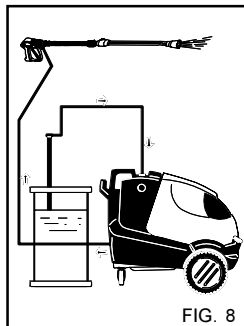

FIG. 8
- 3) Depois de usar o detergente, enxágue o circuito de sucção; enfie o tubo de sucção (fig. 8) de detergente num tanque contendo água limpa e faça com que a bomba funcione por um minuto com a torneira de dosagem completamente aberta e com a lança em fase de saída de detergente.
4) Depois da utilização do detergente, enxágue o circuito de sucção; enfie o tubo de sucção (fig. 8) de detergente num tanque contendo água limpa e faça com que a bomba funcione por 1 minuto com a torneira completamente aberta e com a lança em fase de saída de detergente.